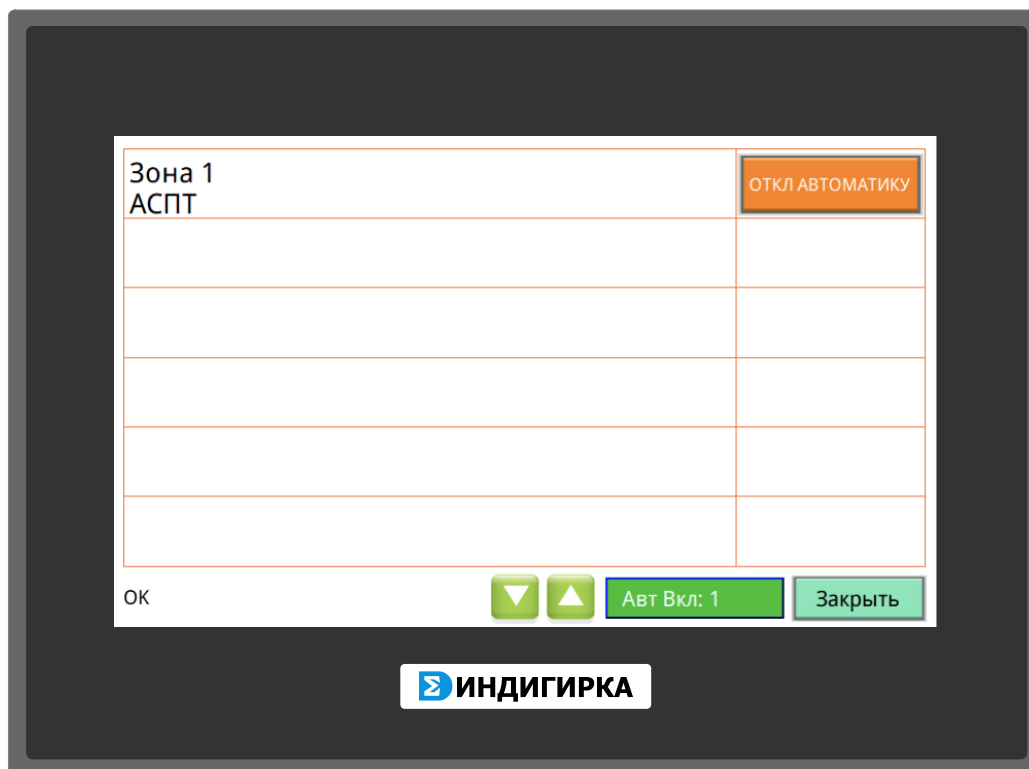
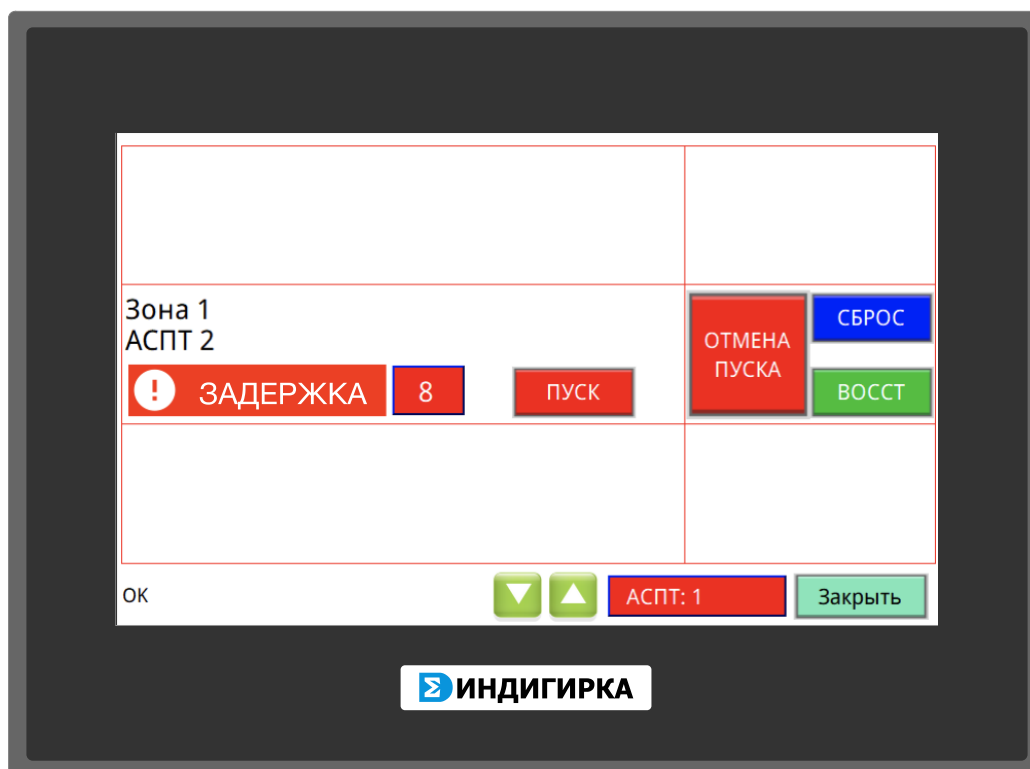

Рис. 6 АСПТ с включенной автоматикой
Рис. 9 Табло АСПТ
Табло показывают количество АСПТ с включенной и отключенной автоматикой тушения. При нажатии на соответствующее табло открывается экран со списком АСПТ (Рис. 6 и Рис. 7Рис. 9). Для быстрого переключения режима автоматки нажать кнопку справа от названия. Для выбора других команд управления нажать на название АСПТ, откроется меню управления (Рис. 8).
При наличии объектов ТС АСПТ в состоянии «Задержка пуска» или «Пуск», в правой части экрана включается табло «АСПТ». При нажатии на табло открывается экран со списком АСПТ (Рис. 9).
- Останов – останов отсчета задержки. Возобновление отсчета задержки возможно через табло АСПТ (Рис. 9)